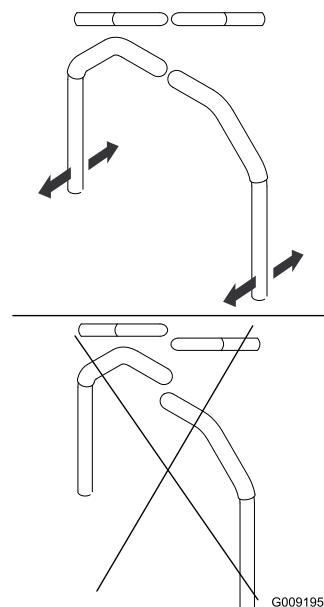

図 66
4. 左右のレバーを両方持ってニュートラル位置にセットし、そこから前後にスライドさせて両方のレバーを整列させ、ボルトを締め付ける 図 66。